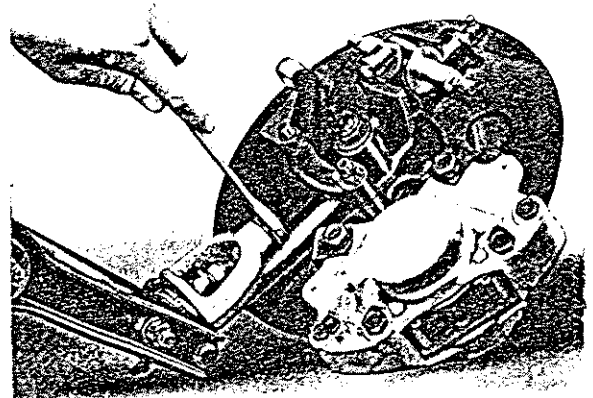

Abb. 11 Kugelgelenk - spätere Ausführung
Die Federauflage mit dem Wagenheber stützen und die Nyloc-Mutter (15) abschrauben. Mit Hilfe des Abziehers S.166 das Kugelgelenk (12) wie in Abb.11 gezeigt vom Achsschenkelträger loslösen. Durch Abnehmen der Nylocmutter (9), der glatten Unterlegscheiben (10) und der Schraube (8) kann das Kugelgelenk vom oberen Querlenker abgenommen werden.